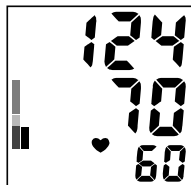

РИС.3
5. В конце измерения прибор выпустит весь воздух из манжеты и на дисплее отобразится результат измерения (рис. 3).